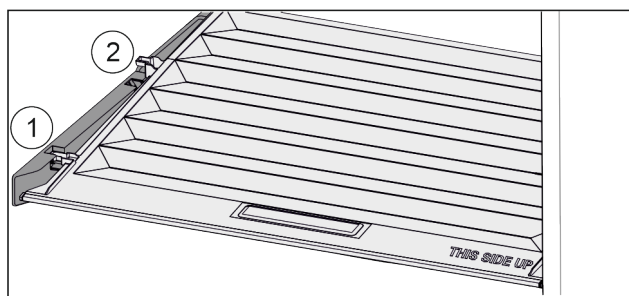

Fig. 150
- ▶ Poklopac do otvora u pridržnim dijelovima povucite prema naprijed Fig. 150 (1).
- ▶ Podignite ga odozdo sa stražnje strane i izvadite prema gore Fig. 150 (2).